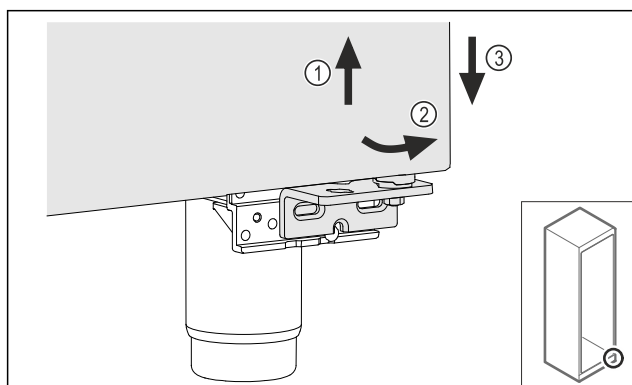

Fig. 16
- Ridicați ușor ușa Fig. 16 (1), basculați-o jos spre înainte Fig. 16 (2) și coborâți-o Fig. 16 (3).